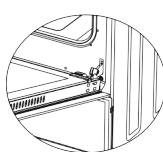

Imagen 2.2
3. A continuación, proceda a desbloquearla levantando los pequeños ganchos con un destornillador (imagen 2.2).